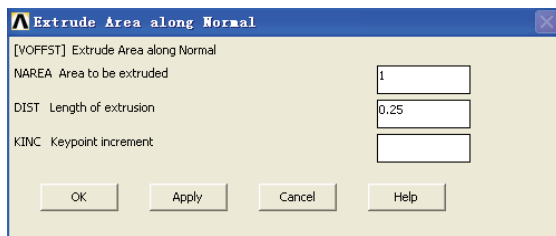

图 8-36 沿法向拖拉面生成体对话框
26) 选择 Main Menu | Preprocessor | Modeling | Operate | Extrude | Areas | Along Normal 命令, 出现 Extrude Area by 拾取菜单, 在输入栏中输入 1, 单击 OK 按钮, 出现 Extrude Area along Normal 对话框, 在 NAREA Area to be extruded 输入栏中输入 1, 在 DIST Length of extrusion 输入栏中输入 0.25, 如图 8-36 所示, 单击 OK 按钮关闭该对话框。